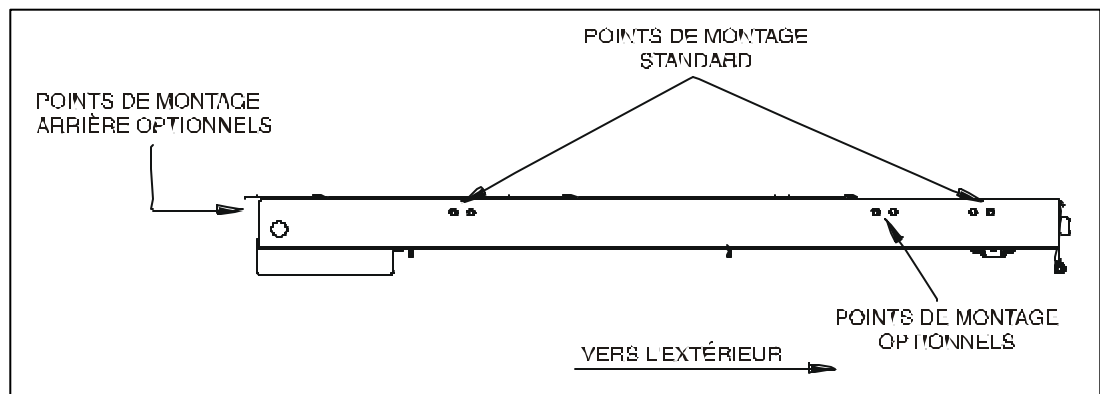

FIGURE 2-1: TROUS DE MONTAGE
- Voir la **Figure 2-1**. La rampe doit être montée sur quatre supports mécaniques (deux de chaque côté). Deux vis sont utilisées à chaque point de fixation.